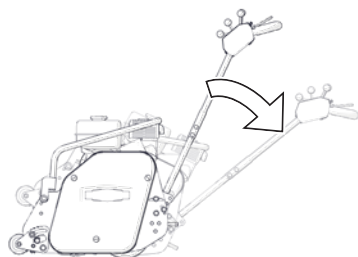

Fig. 8C - Inclinez doucement la machine vers l'arrière
4. Inclinez doucement la machine vers l'arrière afin qu'elle repose sur le rouleau arrière et le guidon (Fig. 8C).